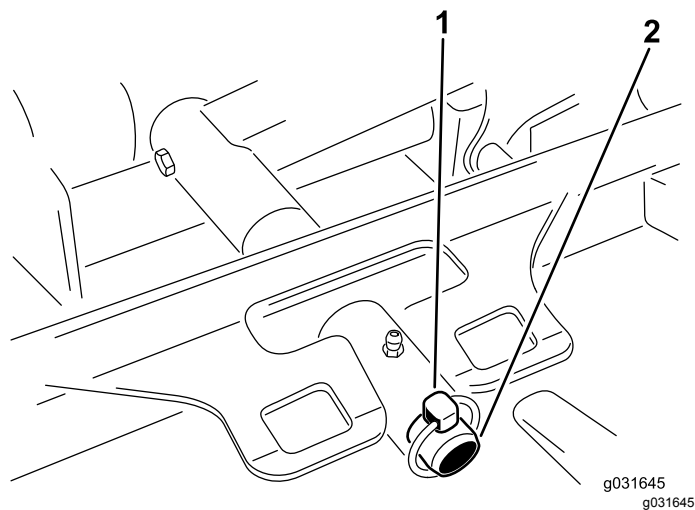

Figura 70
3. Retire o pino de sujeição ou a porca de bloqueio que fixa estrutura de suporte da unidade de corte ao pino de articulação do braço de elevação (Figura 70).
3. Deslize a estrutura de suporte da unidade de corte para o pino de articulação do braço de elevação e prenda-a com o pino de sujeição ou a porca de retenção (Figura 70).